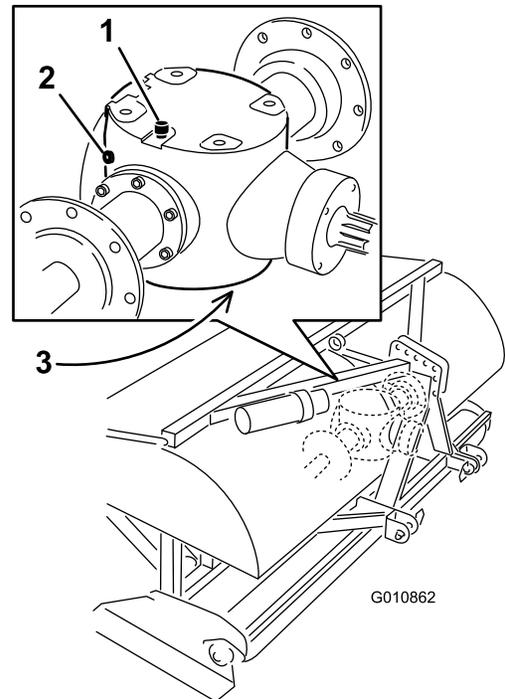

图45
2. 从齿轮箱上拆下检查塞 (图45)。
3. 确保油位高达齿轮箱中检查塞孔的底部 (图45)。
- 清洁通气/加油塞和排油塞周围的杂质，避免污染（图45）。